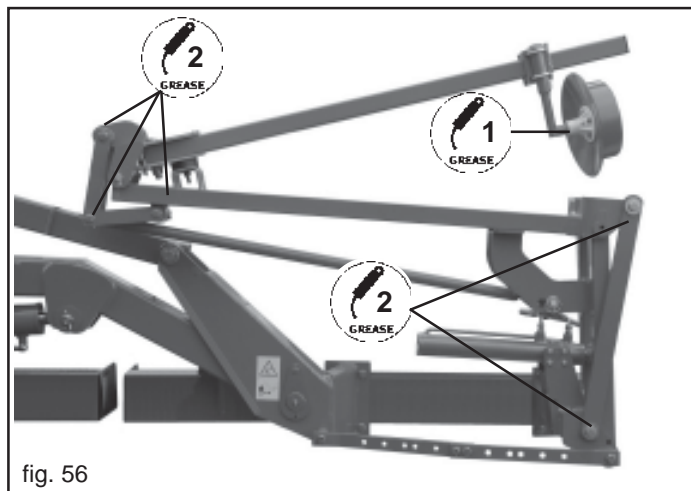

fig. 56
- Die Bolzen der Spurmarkierer-scheiben (1, Abb. 56) schmieren
- Den Bolzen des Spurmarkierers (2, Abb. 56) schmieren.